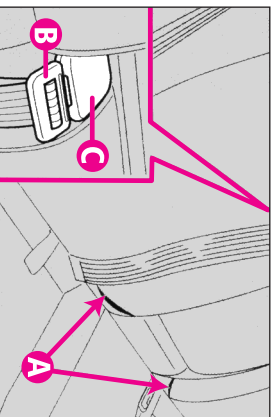

fig. 47
Când locurile din spate nu sunt ocupate, folosiți spațiile speciale din pernă (A-fig. 47) pentru fixarea centurilor de siguranță; fixați capătul centurii pentru solduri de pe locul central (B) în zăvorul (C). (vezi următorul paragraf)